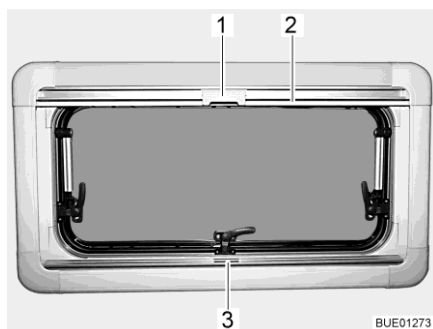

Fig. 93 Fenêtre projetante
- Saisir le dispositif occultant plissé par le centre de la barre-poignée (Fig. 93,3), le tirer du bas vers le haut et le relâcher à la hauteur voulue. Le dispositif occultant plissé reste alors à cette hauteur.
- Tirer la moustiquaire par la barre-poignée (Fig. 93,2) vers le bas jusqu'à ce qu'elle entre en contact avec celle du dispositif occultant plissé (Fig. 93,3).
- Verrouiller le cran (Fig. 93,1) de la moustiquaire avec la barre-poignée du dispositif occultant plissé.
- Presser le cran (Fig. 93,1) en haut de la moustiquaire vers l'arrière.
- Ramener lentement la moustiquaire en arrière au moyen de la barre-poignée (Fig. 93,2).